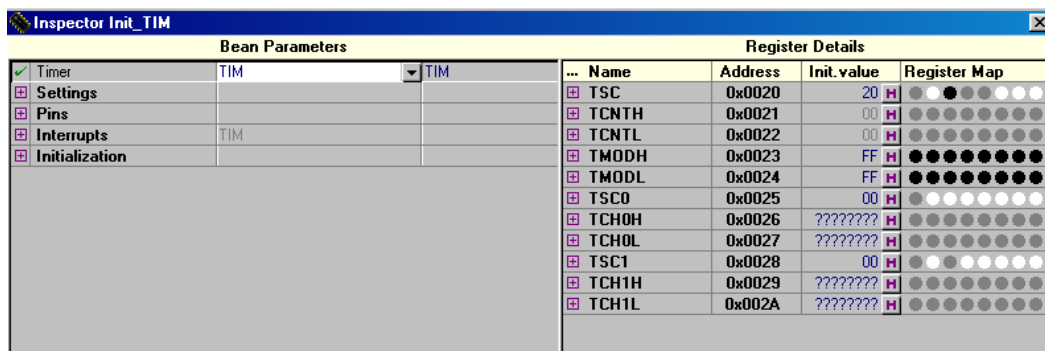

Figura 9.- Pantalla del Módulo de Timer.
- 7) A continuación procederemos a configurar el **módulo de Timer (TIM)** ingresando al mismo como muestra en la **figura 9.-**